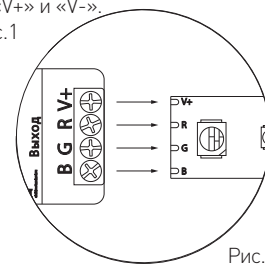

Рис.1
2. Светодиодная лента RGB/RGBW/RGBWW-W подключается следуя маркировке, указываемой на ленте и контроллере см.рис.1